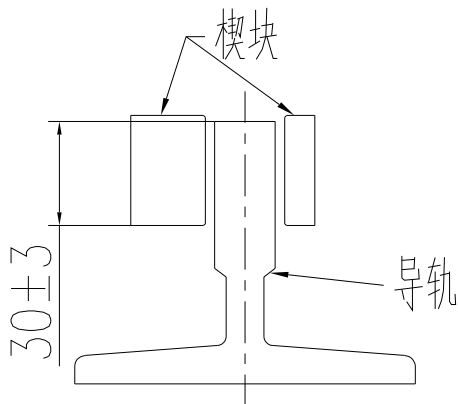

图 5
2.5 导轨与楔块的的啮合距离为 $30 \pm 3\text{mm}$ (图 5):